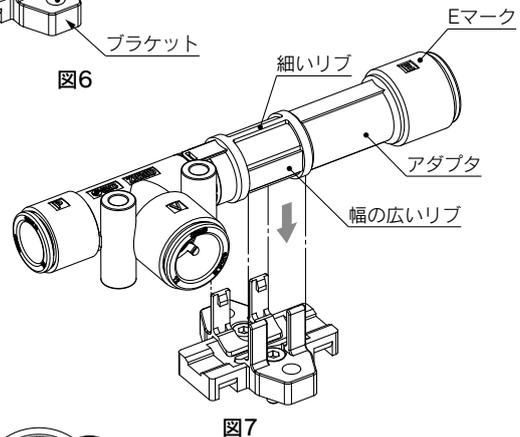

図7
③本体をブラケットに取り付けるときは、アダプタの細いリブ、Eマークを上、幅の広いほうのリブを横にして、まっすぐ下に押し込んでください(図7)。